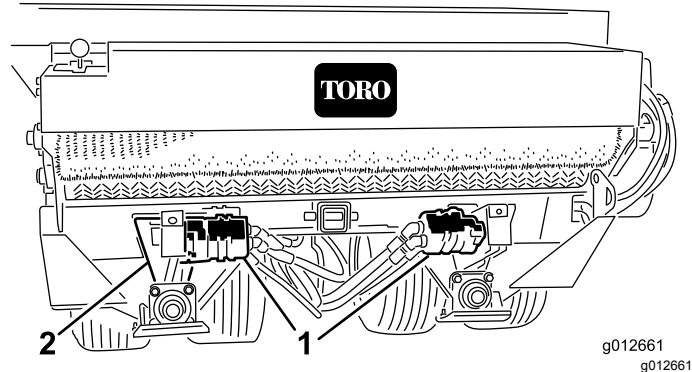

图16
- 2. 卸下将液压马达/泵固定到轴托架的托架螺栓和螺母 图16。
- 3. 旋转马达链轮总成图16直至车轮传动链偏转 3.2mm。